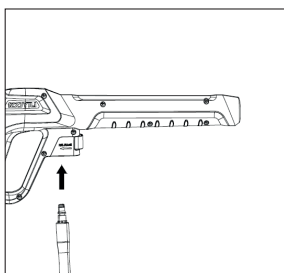

Рис. 5
4. Подсоедините шланг высокого давления к спусковому пистолету. Подсоедините тонкий конец шланга высокого давления к пистолету и закрутите гайку с целью фиксации соединения. Рис. 5